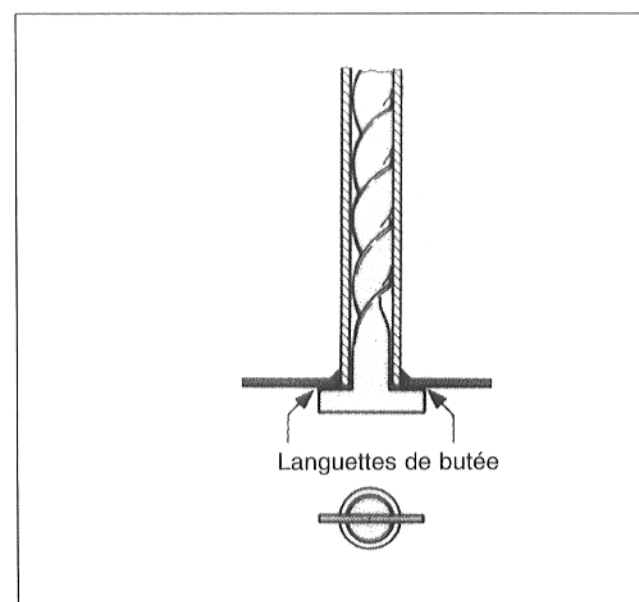

Fig. 27
- Sur le côté frontal, vérifier si les languettes de butée des turbulateurs sont horizontalement adjacentes avec le tube de fumées (Fig. 27).
S'assurer à cet effet que les languettes de butées du côté frontal soient horizontalement adjacentes avec le tuyau intercalé (Fig. 27).